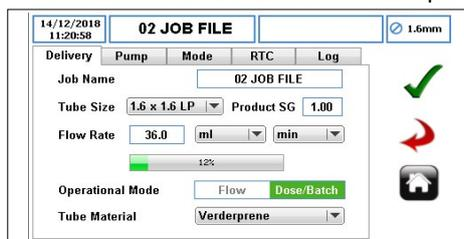

Figure 73 Sélectionner le mode Dose/Série
Avant d'utiliser la dose mémoire, l'utilisateur doit vérifier que le fichier de travail a été activé comme indiqué à la *figure 73*. Cette fonction n'est pas disponible en mode « Manuel ».
- Sélectionnez le débit, la taille du tube, le matériau du tube et le mode « Dose/Série » comme indiqué à la *figure 73*.